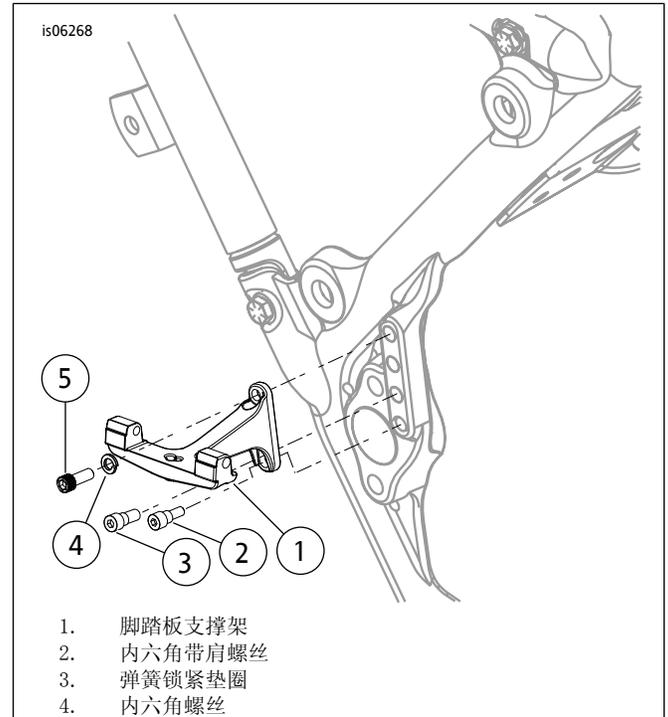

图1。安装脚踏板支撑架
1. 参见图1。将带肩螺栓（2）或（3）插入脚踏板支架（1）上的槽中。拧紧螺栓至5-8 N·m（48-72 in-lbs）。